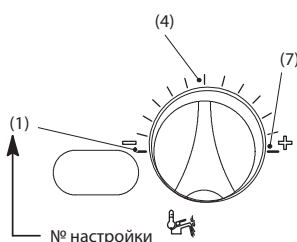

Рис. 10
- 5 Чтобы изменить настройку, поверните регулятор температуры горячего водоснабжения и установите его в **выбранное положение** (Рис. 10 - Рис. 11).